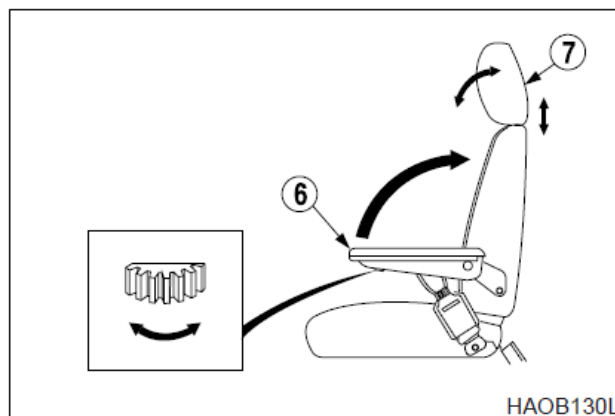

Рис. 101
**6. РЕГУЛИРОВКА УГЛА РАСПОЛОЖЕНИЯ ПОДЛОКОТНИКА (рис.101)**
Регулировка угла левого и правого подлокотников производится поворотом колеса (6, рис.101), расположенного в основании подлокотника. При регулировании угла, рукой поднять подлокотник, до поворота колеса.
**7. ПОДГОЛОВНИК (РИС. 101)**
Подголовник (7, рис.101) можно регулировать вперед/назад и вверх/вниз. Двигать, держа за две стороны.